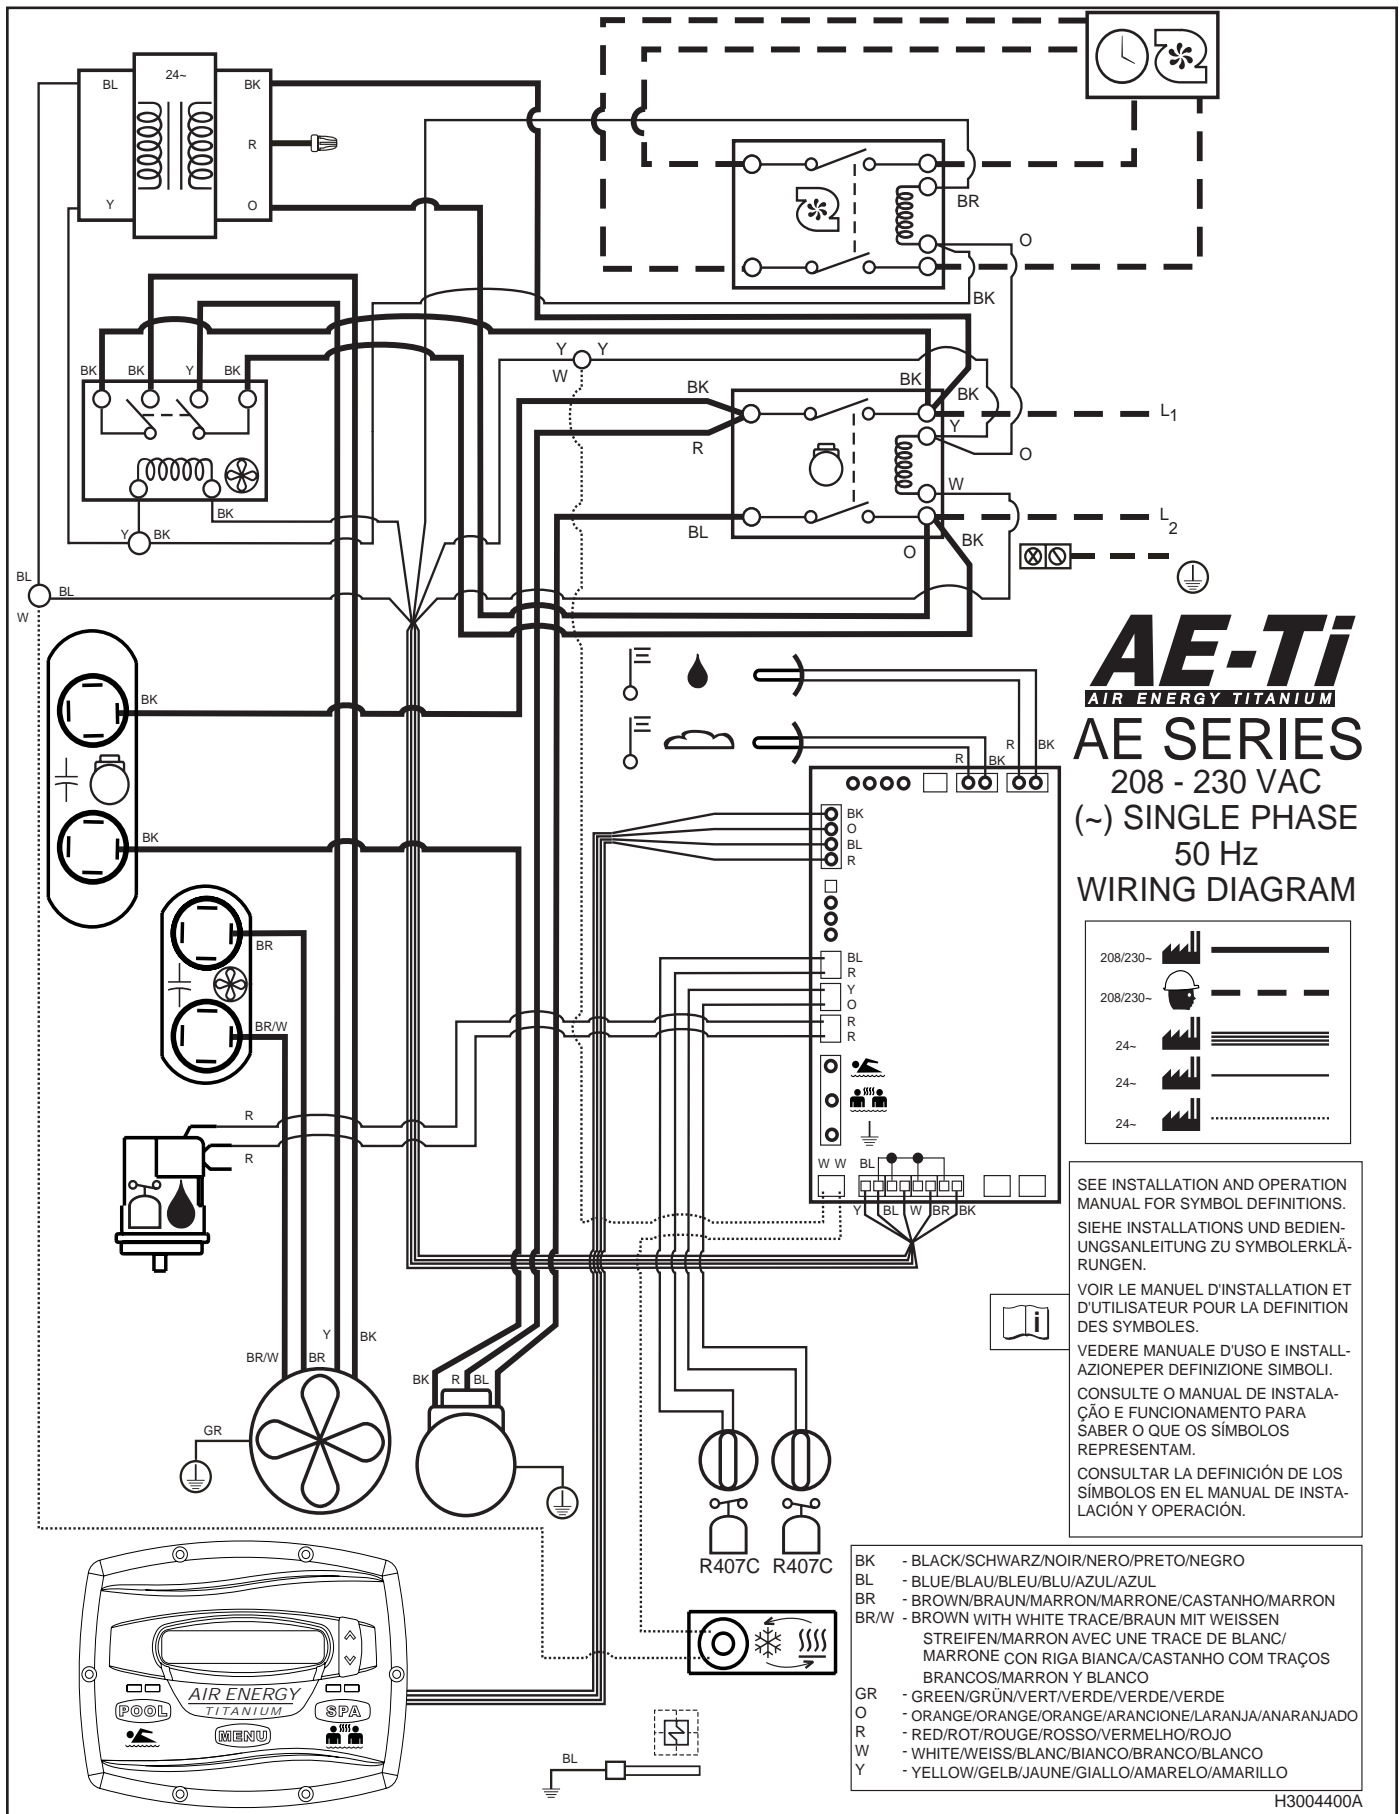
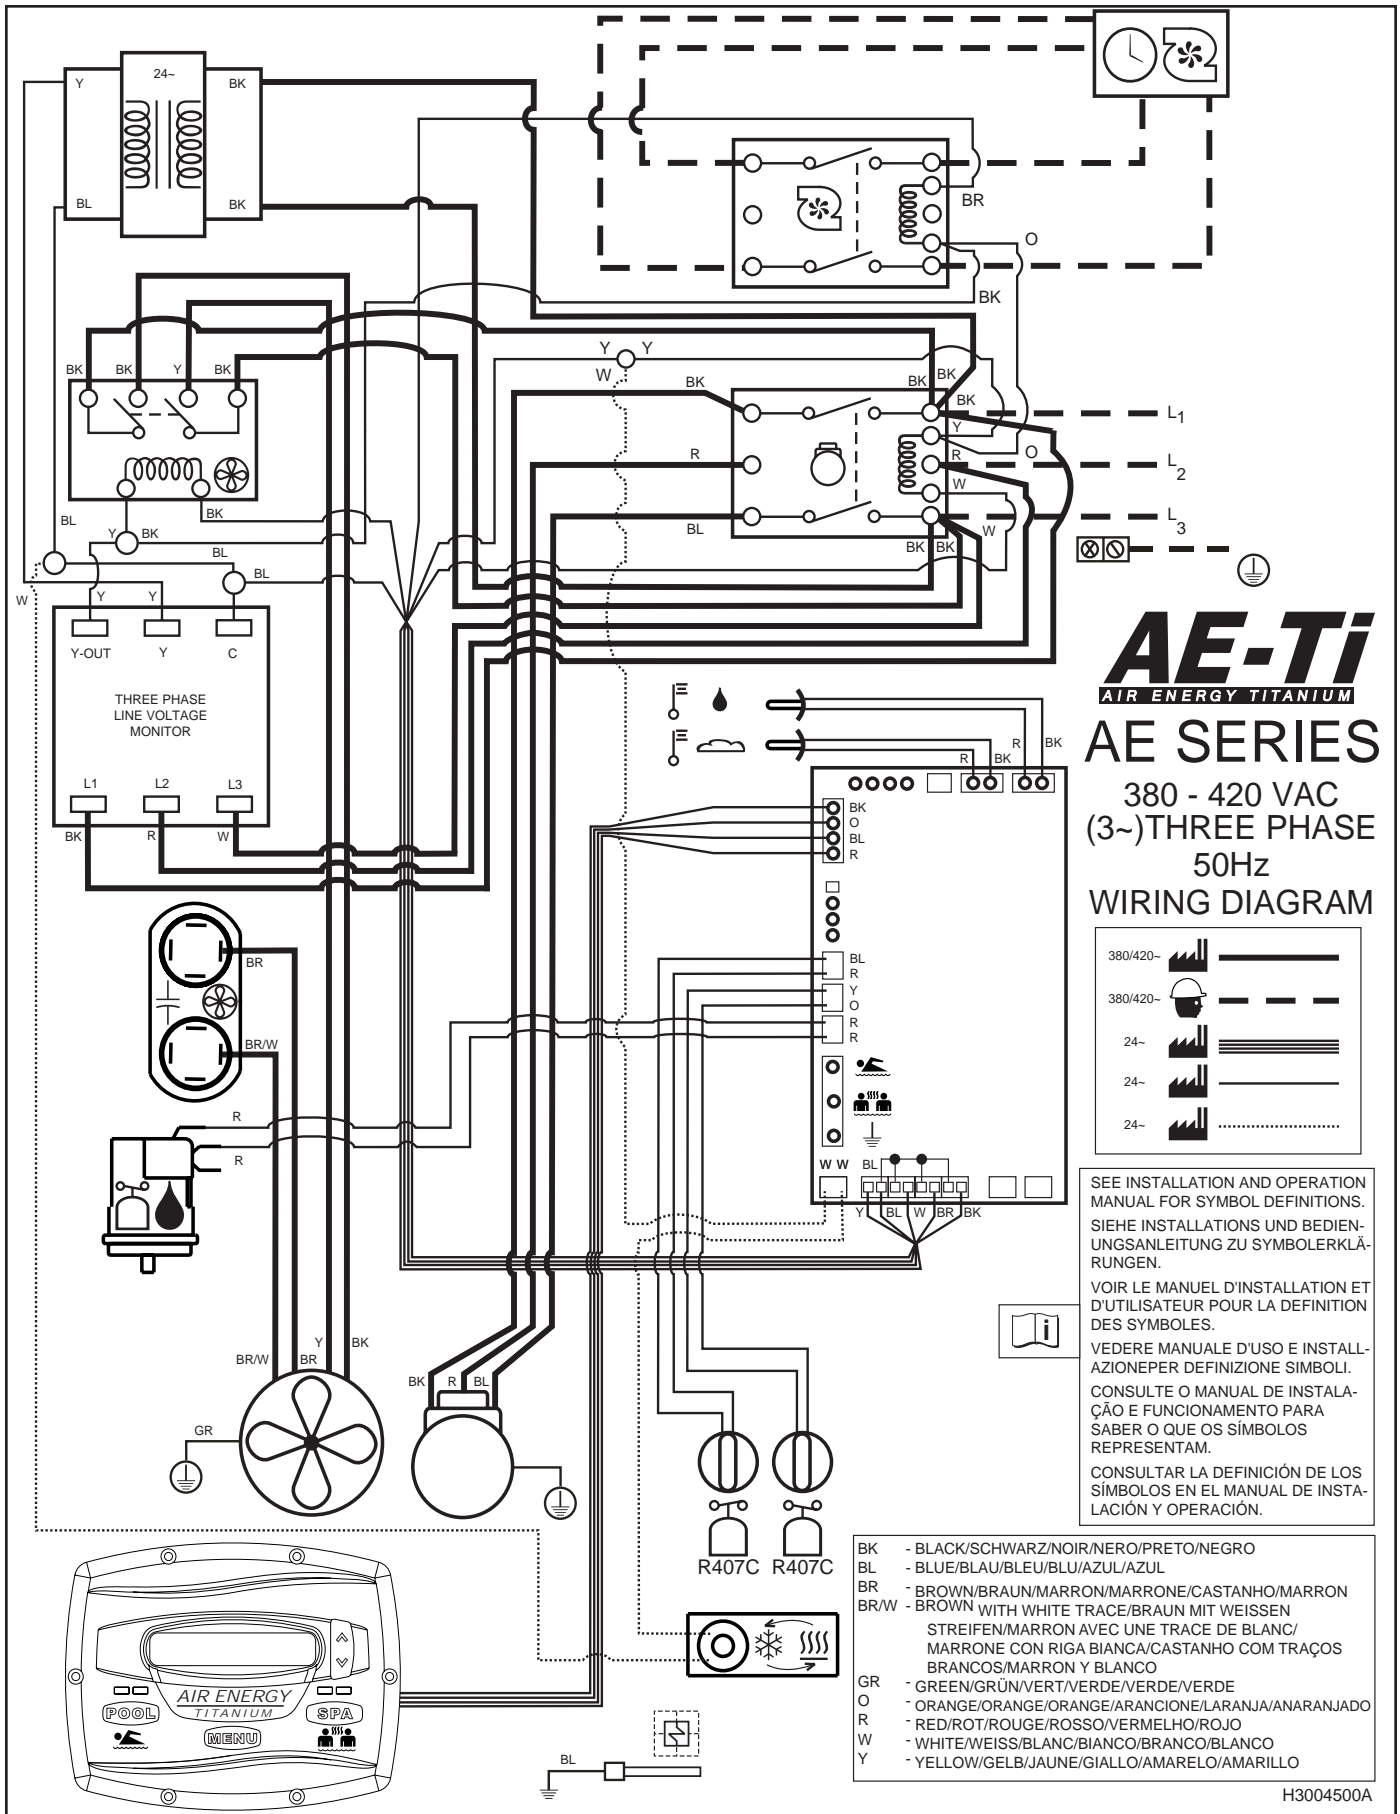

Figure 11. Diagramme de câblage de l'alimentation électrique monophasée AE-Ti
Figure 12. Diagramme du câblage d'alimentation électrique triphasée AE-Ti
Les connexions de câblage doivent être faites exactement comme illustrées dans le schéma de câblage qu'on retrouve à l'intérieur du compartiment d'accès de la thermopompe. Se référer à la figure 11 pour un câblage électrique monophasé et à la figure 12 pour le câblage électrique triphasé (se référer à la figure 13 pour les définitions des symboles du schéma de câblage électrique)
6. Brancher les câbles aux bornes sur le contacteur principal tel qu'illustré sur le schéma de câblage. Se référer aux figures 11 et 12.